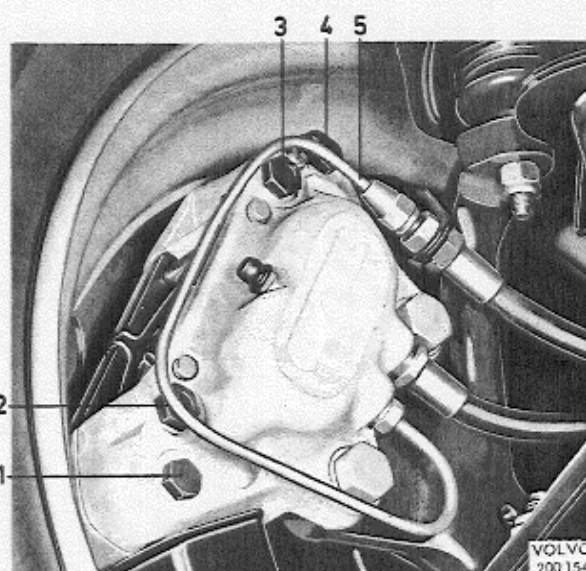

Abb. 21 Vorderradbremse, eingebaut
4. Sicherungsbleche aufbiegen und die zwei Befestigungsschrauben (5 u. 7, Abb. 21) herausdrehen. Bremsattel (1) komplett abheben.